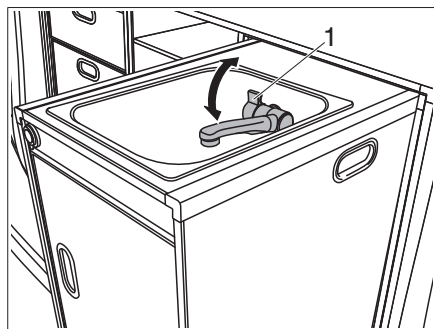

Figure 43 Evier avec robinet d'eau
Le véhicule est équipé d'un bidon d'eau intégré. Une pompe à eau électrique pompe l'eau au robinet d'eau (Figure 43,1). Lorsqu'on ouvre le robinet d'eau, la pompe à eau est automatiquement mise en service et envoie l'eau au point de prise.
- Tourner le robinet d'eau (Figure 43,1).
- Tourner le robinet d'eau (Figure 43,1) dans le sens inverse.